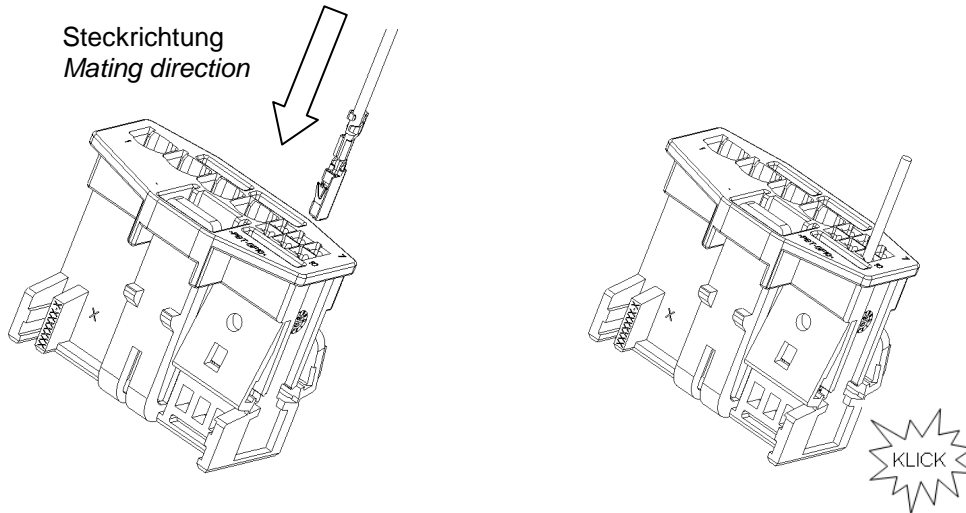

Abb. 2/ Fig 2
Der MQS-Kontakt und MPQ-Kontakt, gemaeß den TE Kundenzeichnungen, muss orientiert (siehe Abb. 2 und 3.) in die Kontaktkammer bis auf Anschlag eingesteckt werden. Die Rastfeder der Kontakte rastet sicht- und hoerbar in die Rastfenster der Kontaktkammern ein.
*The contacts listed on TE customer drawing have to be plugged in rightly oriented (see Fig 2/3/ until the bottom of the contact cavities. The locking lances of the contacts lock tangibly and audibly in the cavities with a CLICK.*